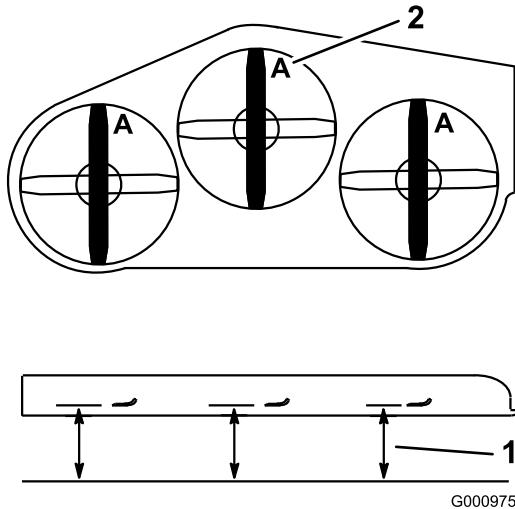

図 87
3. マシンを水平な床に置いた状態で、ブレードのうちの 1 枚を前後方向に向ける。A 位置で、平らな床面からブレードの刃先までの高さを測る（図 87）。